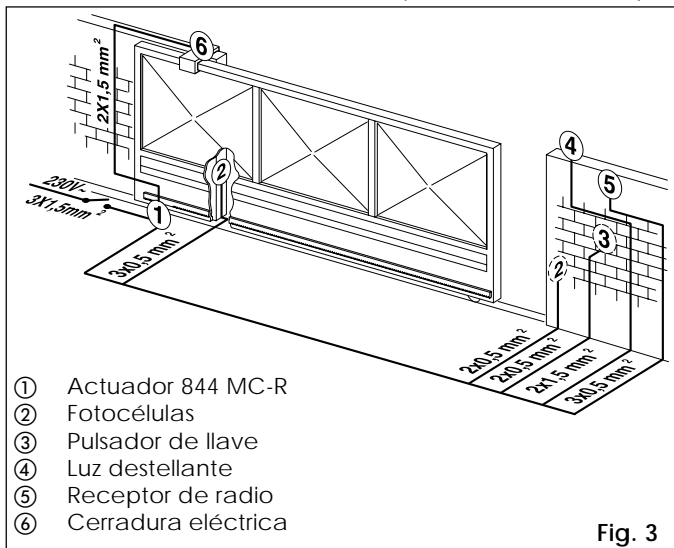

Fig. 3
Medidas (AxHxP) (mm)	véase Fig. 3
- 4) Tender los cables para la conexión con los accesorios y la alimentación eléctrica de la manera ilustrada en la Fig. 3. Para facilitar las conexiones, dejar sobresalir los cables aproximadamente 45 cm de la placa de cimentación. (Fig. 5-6 ref. 1).